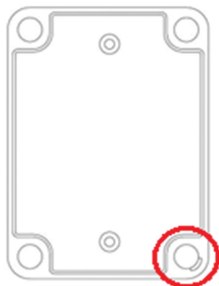

Figura 2
**Nota:** Instale el gabinete con el lado de la ranura del tornillo en la esquina inferior derecha, ver Figura 2)